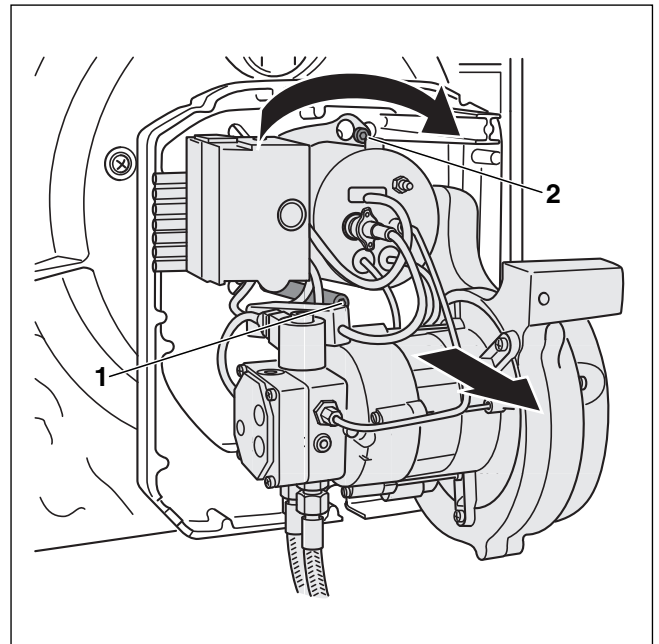

Bild 44 Schrauben der Bajonnettbefestigung lösen
- ▶ Schrauben der Bajonnettbefestigung (→ Bild 44, [1] und [2]) lösen (nicht vollständig herausdrehen) und mit leichter Rechtsdrehung (→ Bild 44) Brenner von der Brennerrückwand abnehmen.